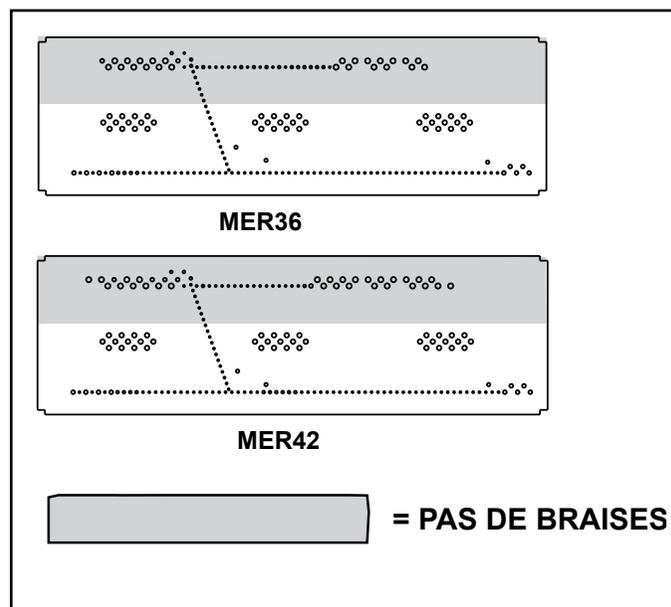

Figure 11.1 Emplacement du support/des braises du brûleur
- Les braises ne peuvent être placées que dans les zones illustrées à la figure 11.1.